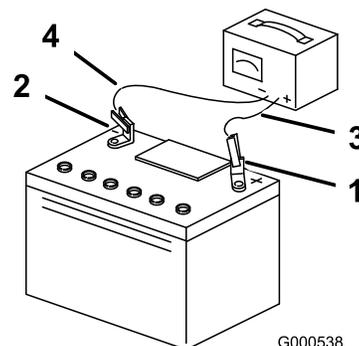

Figura 51
3. Quando la batteria è completamente carica, staccate il caricabatterie dalla presa elettrica e scolgate i cavi di ricarica dai poli della batteria (Figura 51).